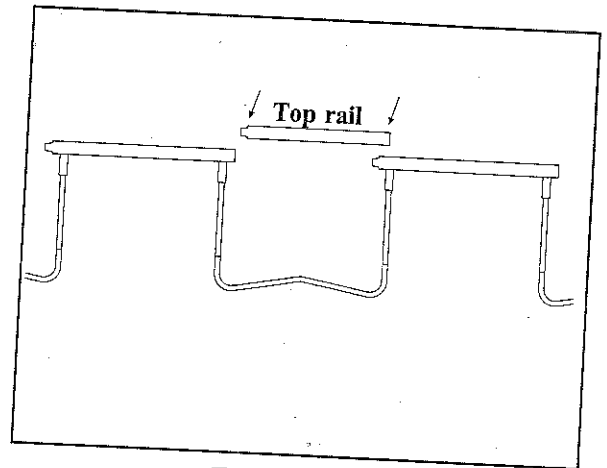

FIGURE 4
Now install the remaining four (4) top rails in the gaps between the four (4) top rails with sockets. Slide each top rail into the joints at both ends of the gap (See Fig. 4). **This completes the frame assembly.**
Instale ahora los cuatro (4) rieles de tope restantes en los espacios entre los cuatro (4) rieles de tope con los cubos. Deslice cada riel de tope dentro de las juntas a ambos extremos de la separación (Vea la Fig.4). Esto completa el ensamblado del marco.